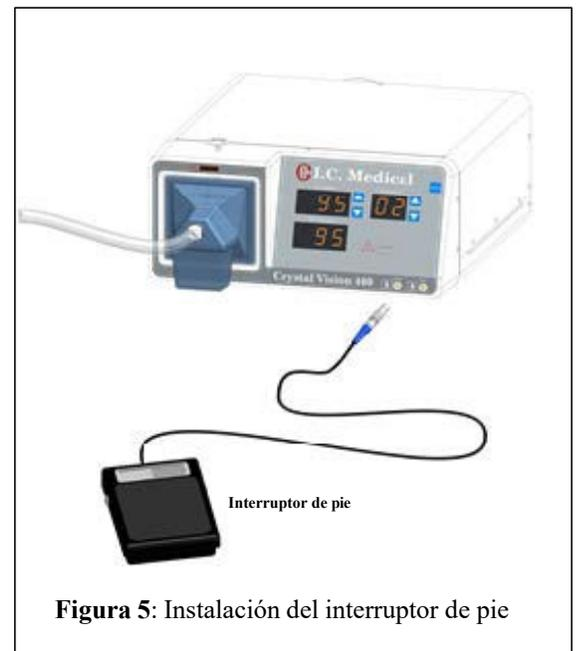

Figura 5: Instalación del interruptor de pie
1. Enchufe el conector del interruptor de pie en el puerto ESU / láser del evacuador de humo como se muestra en la Figura 5.